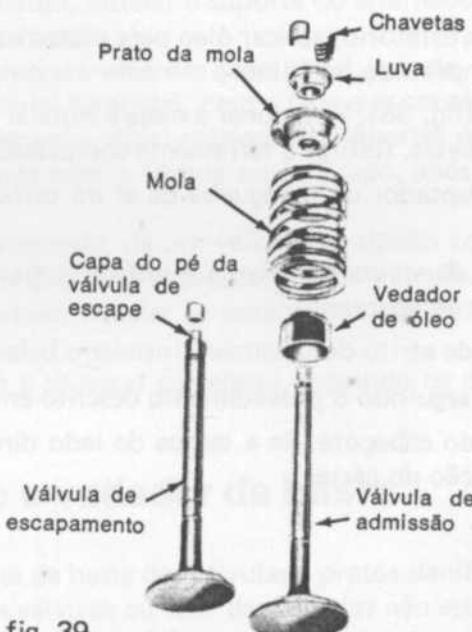

fig. 39
- Instalar cada válvula (fig. 39) no mesmo local de onde foi retirada ou assentada
- Instalar o vedador, a mola e o prato da mola. Comprimir a mola e instalar a luva e as chavetas (fig. 39)